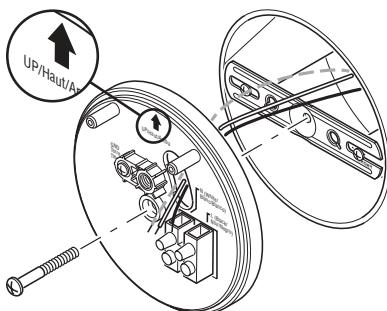

Figure 3
- Acheminez les fils de la boîte de jonction à travers le trou de la plaque de montage (voir la Figure 3).
- Placez la plaque de montage contre la boîte de jonction (voir la Figure 3).
- Insérez le petit boulon de fixation à travers le trou de la plaque de montage situé en-dessous du trou taraudé. Vissez ce boulon dans le trou central du support de montage (voir la Figure 3). Serrez solidement le boulon.